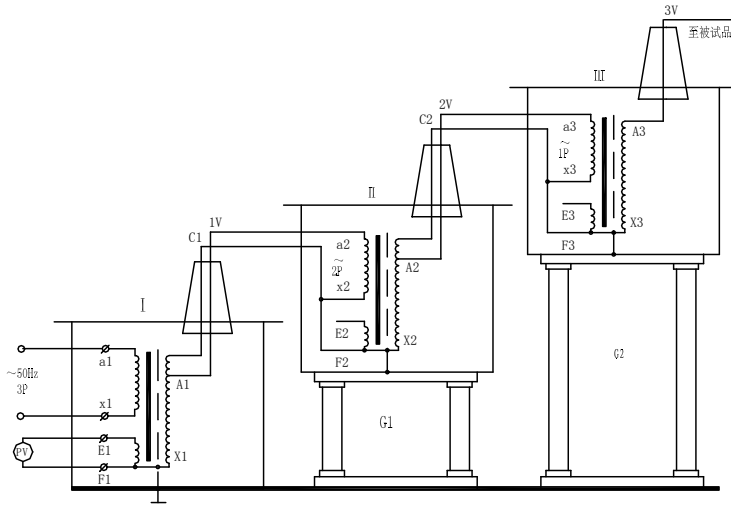

图 5：三台试验充压器串级接线原理图
3、三台试验变压器串级获得更高电压的接线原理见图 5。串级高压试验变压器有很大的优越性，因为整个试验装置由几台单台试验变压器组成，单台试验变压器容量小、电压低、重量轻，便于运输和安装。它既然可串接成高出几倍的单台试验变压器输出电压组合使用，又可分开成几套单台试验变压器单独使用。整套装置投资小，经济实惠。图 5 中，在第一级和第二级的每个单元试验变压器中都有一个励磁绕组 A_1 、 C_1 和 A_2 、 C_2 。在串级试验变压器基本原理图中，低压电源加在试验变压器 I 的初级绕组 a_1x_1 上，单台试验变压器 I、II、III 的输出电压都是 V 。励磁绕组 A_1 、 C_1 给第二级试验变压器 II 的初级绕组供电；第二级试验变压器 II 的励磁绕组 A_2 、 C_2 给第三级试验变压器 III 的初级绕组供电。第二级试验变压器 II 和第三级试验变压器 III 的箱体分别处在对地为 $1V$ 和 $2V$ 的高电位上，所以箱体对地是绝缘的，试验变压器 I 的箱体是接地的。这样第一级、第二级、